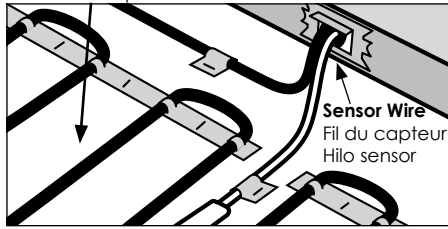

Figure 2
- Pull sensor wire into ECB and secure to the floor. See Figure 2. The sensor must not cross or overlap any other cable on the floor AND must be embedded in the cementitious based mortar in the same manner as the heating cables.
- Tirer sur le fil du capteur pour l'introduire dans le boîtier et le fixer au plancher. Voir la figure 2. Le fil ne doit pas croiser ni passer par-dessus un autre fil ou câble sur le plancher ET doit être enchâssé dans le mortier à base de ciment de la même façon que les câbles chauffants.